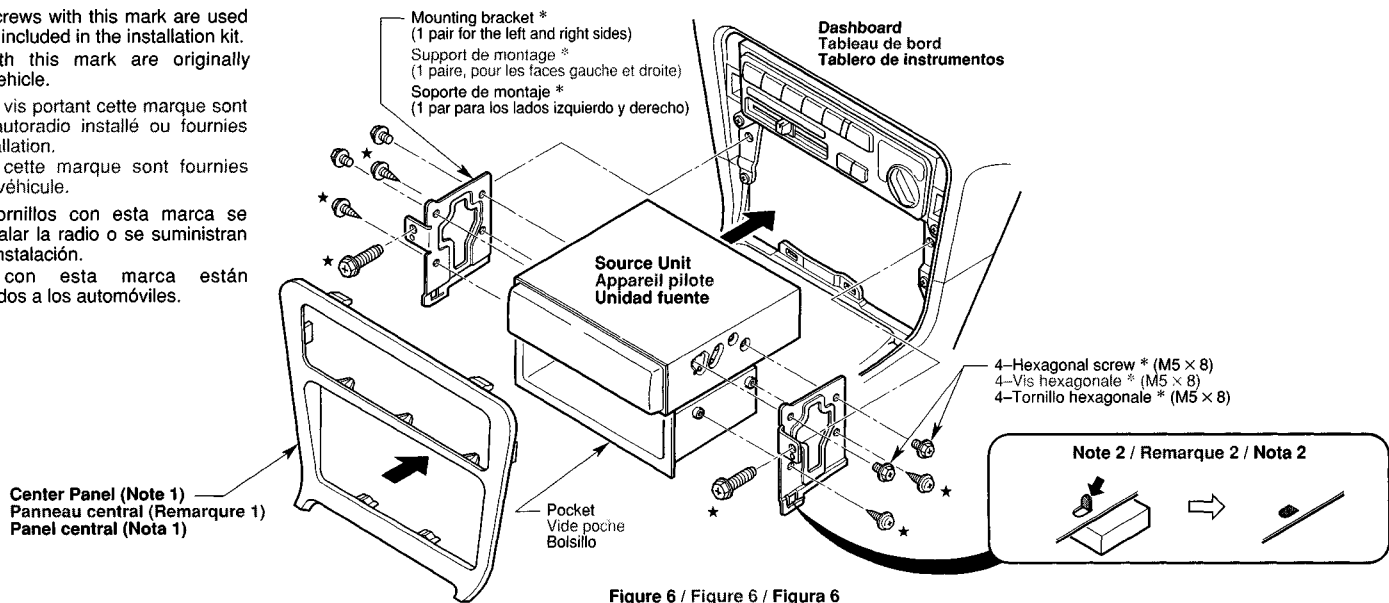

Figure 6 / Figure 6 / Figura 6
If the vehicle is equipped with a factory-installed radio, install the source unit with the parts and screws marked (*). (Figure 6)
1. Secure the mounting brackets to the chassis as shown in Figure 6. Holes are pre-tapped for TOYOTA and NISSAN vehicles; modification, such as drilling new holes, of the mounting brackets may be required for other models.
Cet appareil est conçu pour une installation fixe dans le tableau de bord. Si le véhicule est équipé d'un auto-radio installé à l'usine, installer l'appareil pilote avec les pièces et les écrous marqués de (*). (Figure 6)
1. Fixer le support de montage sur le châssis comme montré sur la Figure 6. Les trous sont pré-découpés pour les véhicules TOYOTA et NISSAN; des modification du support de montage, comme le perçage de nouveaux trous, peuvent être nécessaire pour les autres modèles.